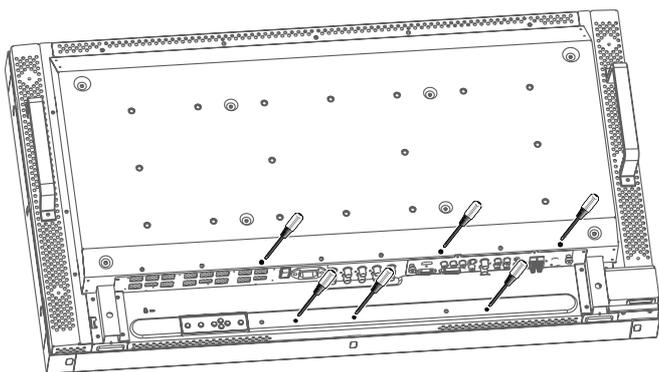

Figura 4
- Rimuovere le sei viti (figura 4).